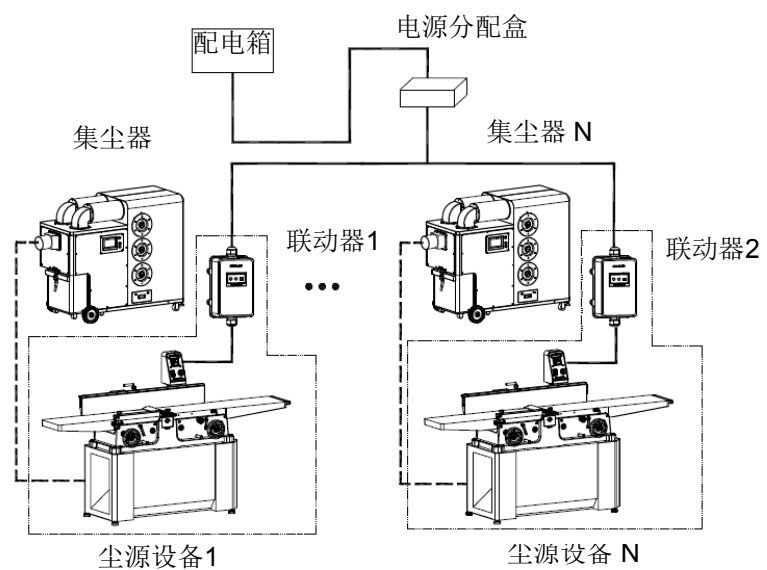

图 11
Installation Mode C: multiple dust processors + multiple synchronized controls + multiple dust source equipment, as shown in Fig. 11.
- 安装方式C：多台集尘器+多台联动器+多台尘源设备组合工作，见图11。
1) 如图11所示，将联动器接入系统中。虚线框内的模块可按方式A拓展设计。